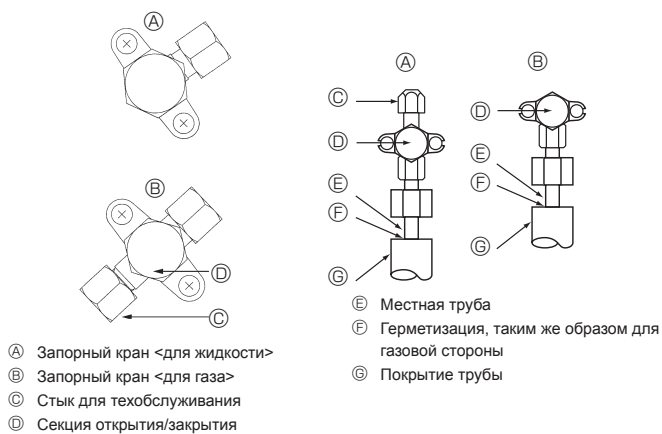

Fig. 4-4
4.4. Метод проверки герметичности трубопровода хладагента (Fig. 4-4)